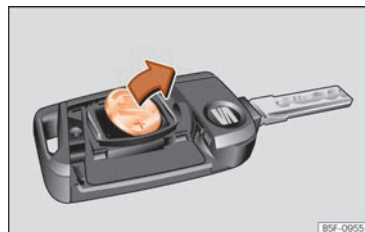

Abb. 66 Fahrzeugschlüssel: Batterie herausnehmen.
- Batterie mit einem geeigneten dünnen Gegenstand aus dem Batteriefach hebeln >>> [Abb. 66].
- Drücken Sie eine neue Batterie in das Batteriefach ein >>> ①.